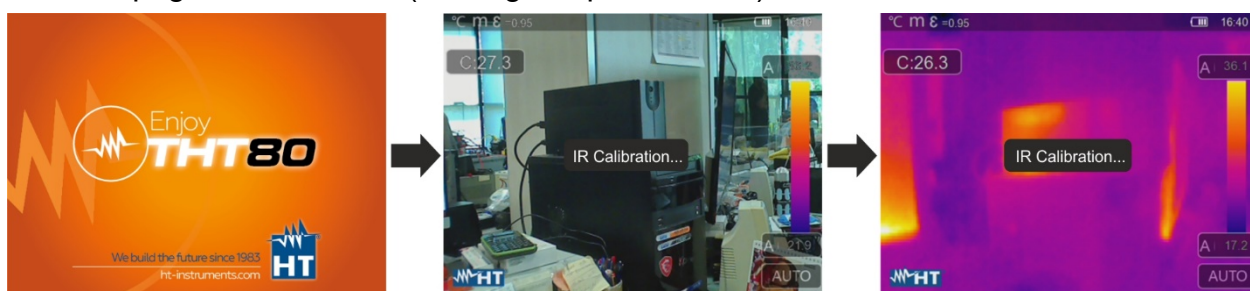

Fig. 6: Séquence de mise sous tension de l'instrument
1. Appuyez sur la touche  pendant **2 secondes** pour allumer l'instrument. Après l'affichage de l'écran d'accueil initial (voir Fig. 6 - partie gauche), l'instrument a besoin d'un certain temps de préchauffage (environ 30 secondes) afin de fournir des mesures de température précises et des images de qualité
2. L'instrument affiche d'abord l'image visible pendant quelques secondes et le message «**IR Calibration...** » afin d'étalonner correctement le capteur interne (voir Fig. 6 - partie centrale)
3. Après quelques secondes, l'image IR s'affiche sur l'écran et l'instrument est prêt pour la campagne de mesures (voir Fig. 6 - partie droite)